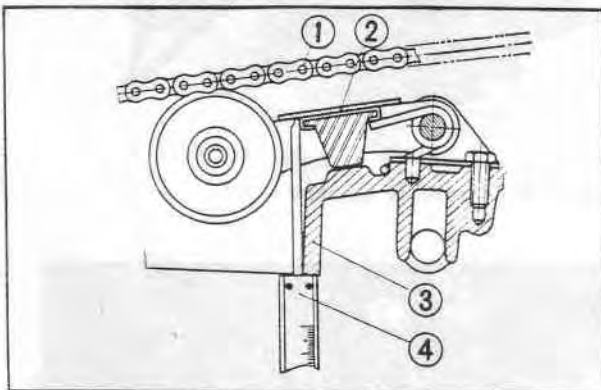

Fig. 3-90 ① Chaîne primaire
- c. Mesurer la distance entre le support de tendeur de chaîne primaire et l'embase de fixation du bac à huile (Fig. 3-90) au moyen d'un pied à coulisse.